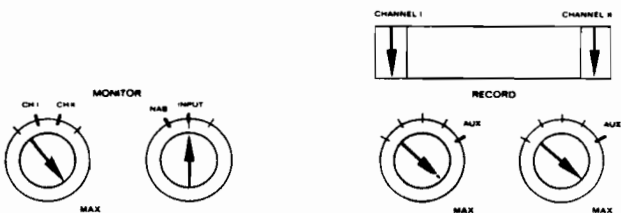

Fig. 6.5-71
- Set controls per fig. 6.5-71.
- Set controls per fig. 6.5-71 ( NAB ).